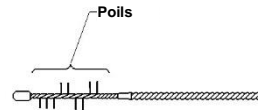

Figure 2 Poils manquants (espaces vides)
Ne pas utiliser une brosse endommagée. Voir les figures 2 à 8. Si la brosse a été endommagée pendant la préparation, l'inspection, l'utilisation ou le retraitement, la mettre au rebut pour ne pas endommager l'endoscope.
- Inspecter la brosse après chaque utilisation et la remplacer lorsqu'elle est usée, effilochée, courbée, pliée ou endommagée de toute autre façon. Voir les figures 2 à 8. L'utilisateur est responsable de l'inspection. Des poils en mauvais état rendent le nettoyage inefficace et les brosses endommagées peuvent détériorer l'endoscope.